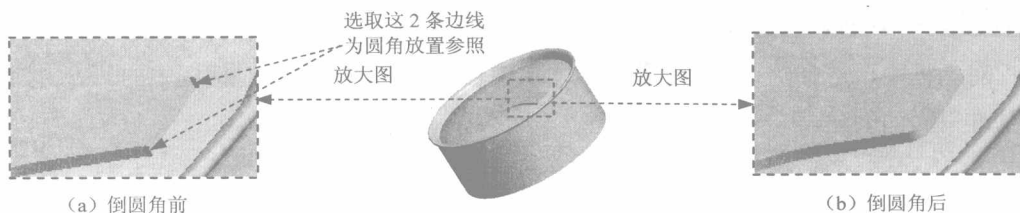

图 2.2.9 倒圆角 1
Step6. 添加如图 2.2.9 (b) 所示的圆角特征——倒圆角 1。
(1) 选择 **插入(I) → 倒圆角(R)...** 命令，系统弹出“倒圆角”操控板。
(2) 定义圆角放置参照。按住 Ctrl 键，选取如图 2.2.9 (a) 所示的 2 条边线为圆角放置参照。
(3) 定义圆角半径。在操控板中输入圆角半径值 5.0。
(4) 在操控板中，单击“完成”按钮 ，完成圆角特征的创建。